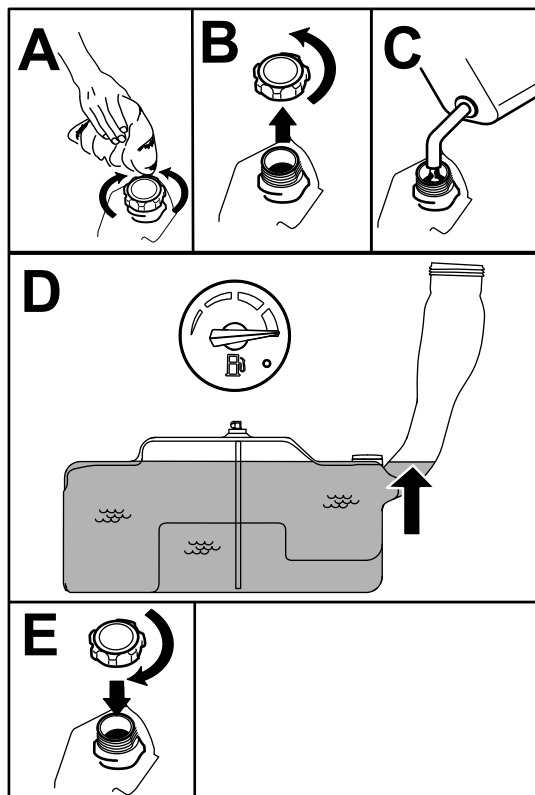

Figure 7
5. Remplissez le réservoir de carburant jusqu'à ce que la jauge indique qu'il est plein (**Figure 7**).